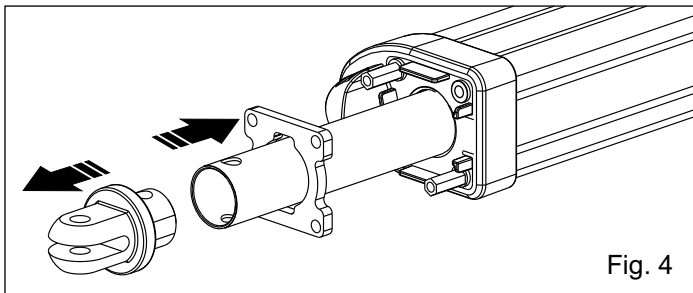

Fig. 4
4. Extraire la fourche antérieure et insérer la plaque percée dans la tige comme en Fig. 4.